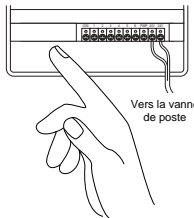

FIGURE 18 : RACCORDEMENT DES FILS DE VANNE
- Il peut être nécessaire d'ouvrir la borne pour insérer ou retirer le fil. Pour ce faire, tournez la vis avec un tournevis Phillips jusqu'à ce que le fil soit fixé [Voir Figure 18].
- Raccordez le fil de neutre sur la borne marquée **COM** [Voir Figure 18].